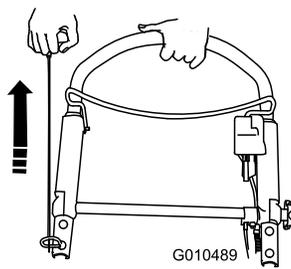

Bild 21
3. Ziehen Sie den Rücklaufstarter (Bild 21).